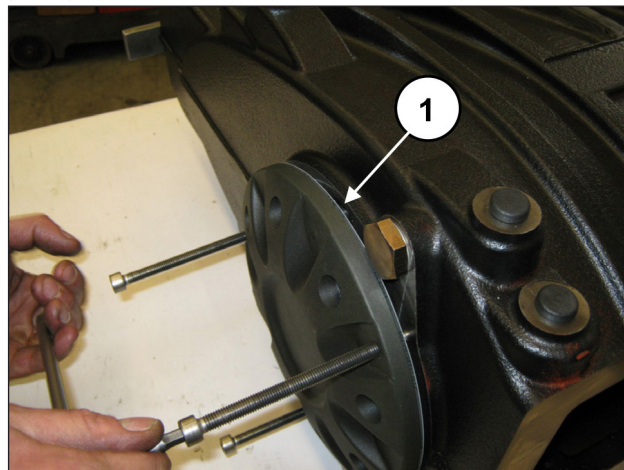
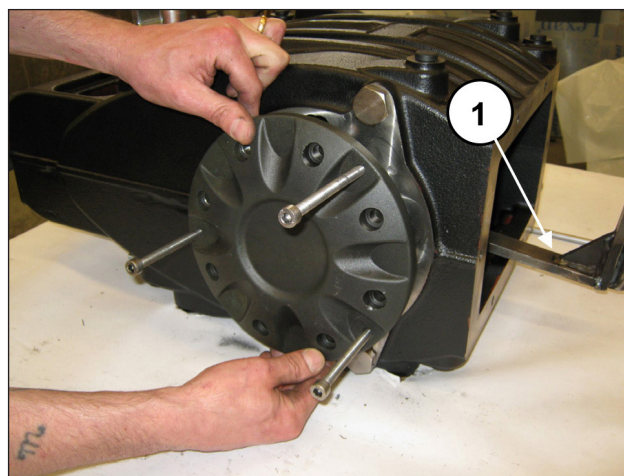

图 29
图 30
逐渐拧紧3个M8螺栓（位置①，图 29），以防止盖子倾斜过多并在底座上卡住。一边支撑着轴，一边拆除轴承盖，以免损坏（位置①，图 30）。